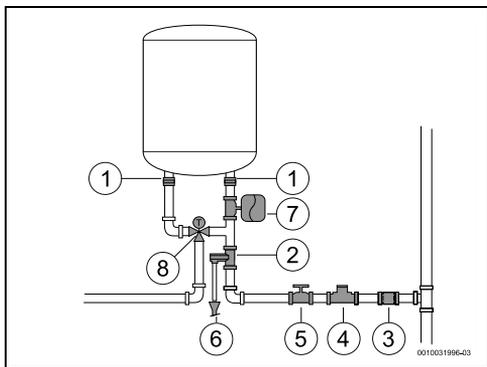

Fig. 10
- ▶ Recomendável instalar uma válvula termostática (Fig. 10, [8]) no tubo de saída do aparelho se forem utilizados tubos PEX. Deverá ser ajustado de acordo com o desempenho do material utilizado.
- ▶ Nunca instalar nenhum acessório (para além dos representados na Fig. 10) entre a válvula de segurança e a entrada de água fria (lado direito) do aparelho.
- ▶ instalar uma válvula redutora (Fig. 10, [4]). A válvula de segurança vai atuar sempre que a pressão da água no aparelho for superior a 8 bar (± 1 bar), pelo que é necessário prever uma forma de canalizar o escoamento dessa água.
- ▶ instalar um vaso de expansão (Fig. 10, [7]) para evitar que a abertura da válvula de segurança seja tão frequente. O volume do vaso de expansão deve ser o equivalente a 5% do volume do aparelho.